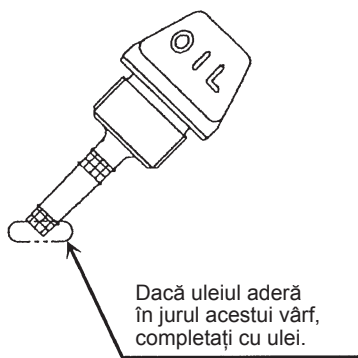
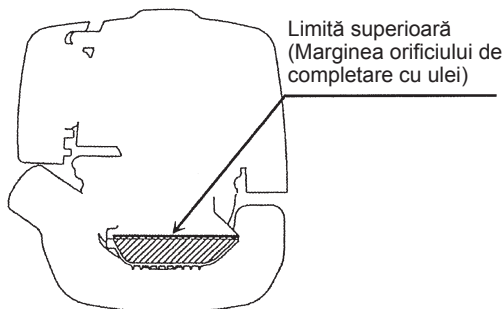

Fig. 1
Fig. 2
- În timp ce mențineți motorul drept, scoateți joja de ulei și verificați că uleiul se află între marcajele de limită superioară și inferioară. Când uleiul este atât de puțin încât joja de ulei atinge uleiul doar cu vârful, în special când joja de ulei rămâne introdusă în carter fără a fi înșurubată (Fig. 1), completați cu ulei nou până aproape de orificiu (Fig. 2).
(1) Țineți motorul drept, și scoateți joja de ulei.
(2) Completați cu ulei până la marginea orificiului de completare cu ulei. (Consultați Fig. 2 din pagina anterioară). Alimentați cu ulei din recipientul de completare cu lubrifiant.
(3) Strângeți bine joja de ulei. Strângerea insuficientă poate cauza scurgerea uleiului.